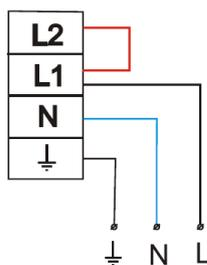

Рис.1
- 3.2 Сетевой кабель (сечение провода - от 1,5 мм2 до 2,5 мм2) пропускается через сальник и присоединяется к клеммной колодке: L1- некоммутируемая фаза; N- нейтраль. Провод заземления должен быть присоединен к соответствующей клемме колодки (см. рис. 1).